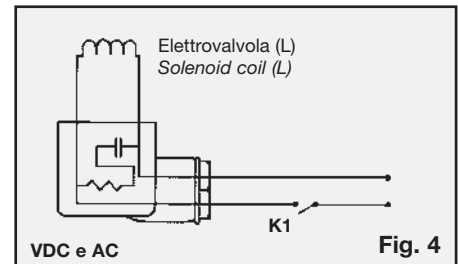

Fig. 4
**Con Resistenza e Capacità in parallelo all'elettrovalvola (Fig 4)**
**With Resistance and Capacitance in parallel with the coil (RC network) (Fig. 4)**